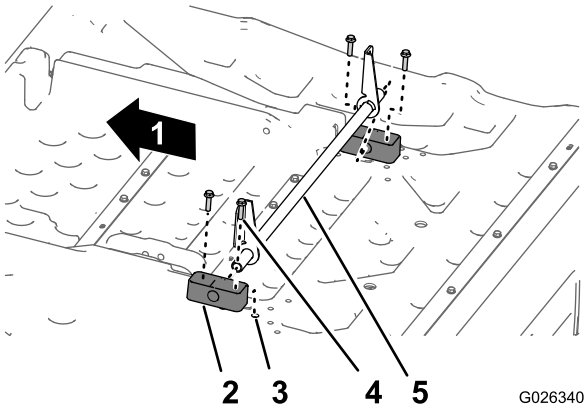

Figura 9
2. Introduzca el extremo del tubo del conjunto de soporte de giro en el bloque de giro (Figura 9).
3. Instale el otro bloque de giro sobre el otro extremo del tubo del soporte de giro (Figura 9).
4. En la caja de carga **nueva**, alinee los taladros de un bloque de giro nuevo con los insertos roscados de la caja de carga, sujete el bloque con los 4 pernos con arandela prensada (3/8 x 1-1/2 pulgada), y apriete los pernos con la mano solamente (Figura 9).